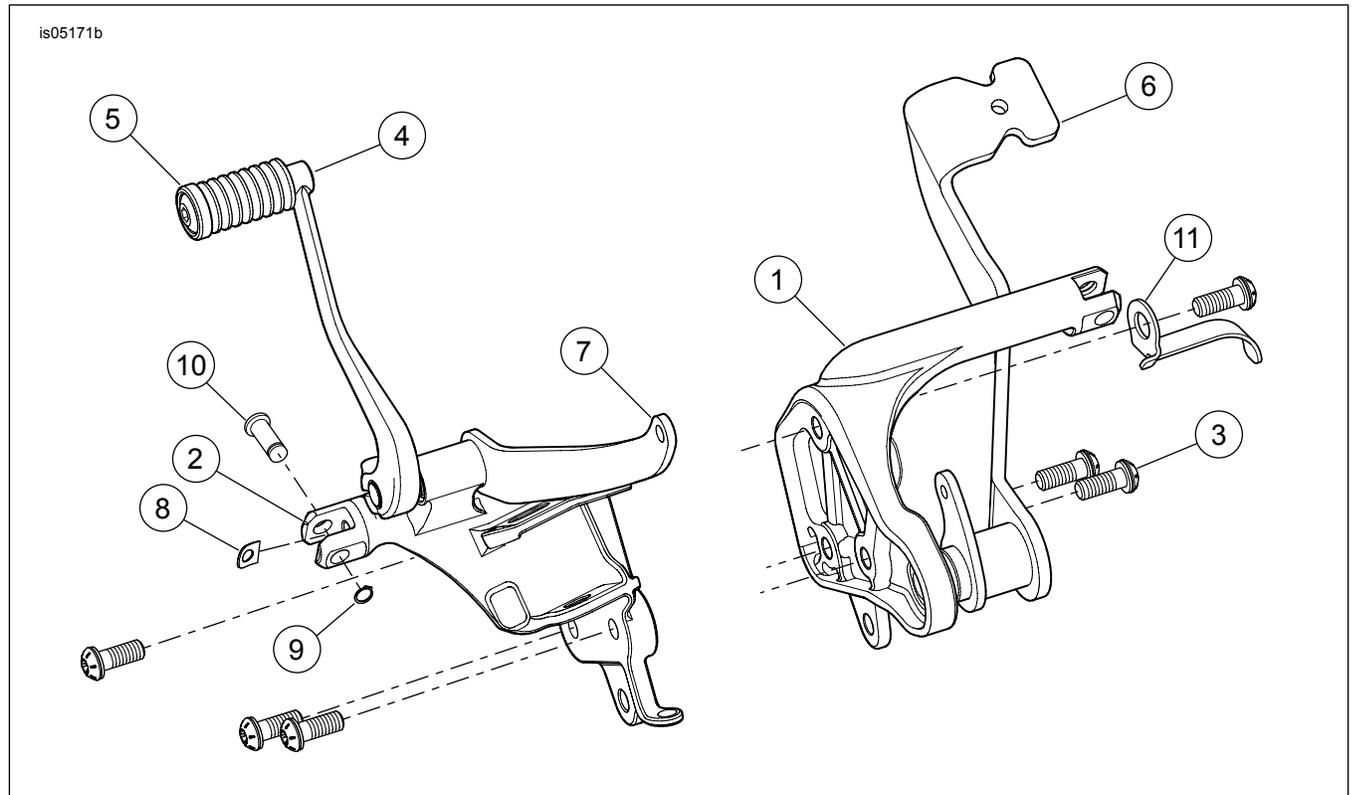

Abbildung 5. Ersatzteile: Vordere Bedienungselemente, Satz
Siehe Abbildung 5 und Tabelle 1.
4. Siehe Abbildung 5. Die neue linke Schalthebelhalterung (2) und drei TORX®-Schrauben (3) aus dem Satz bereitlegen.
6. Siehe Abbildung 5. Die Fußraste mit Federscheibe (8), Gabelbolzen (10) und Sicherungsring (9) einbauen.
11. Siehe Abbildung 5. Die Fußraste mit Federscheibe (8), Gabelbolzen (10) und Sicherungsring (9) einbauen.